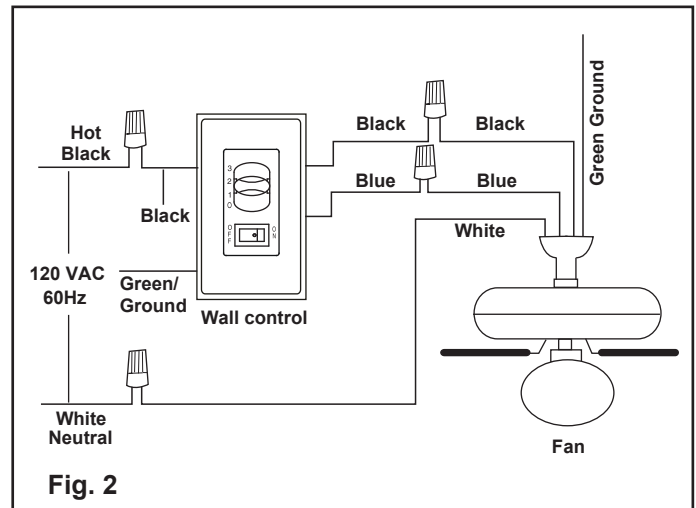

Fig. 2
2. Make wire connections (Figure 2) and secure with wire nuts supplied.
- Effectuez les connexions de fils (Figure 2) et fixez-les avec les serre-fils fournis